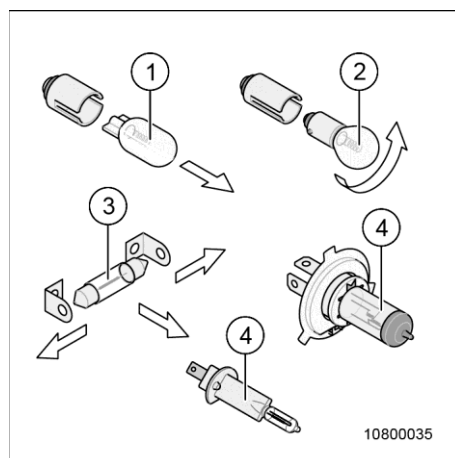
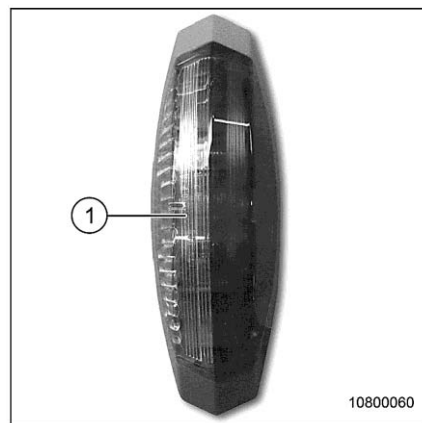
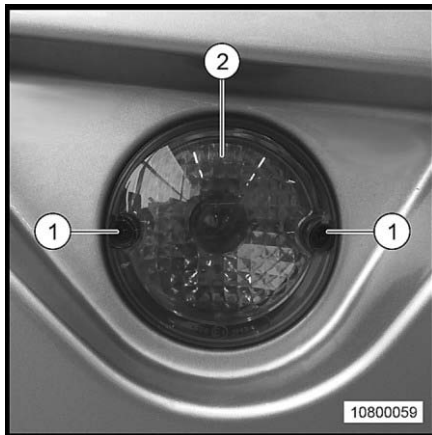
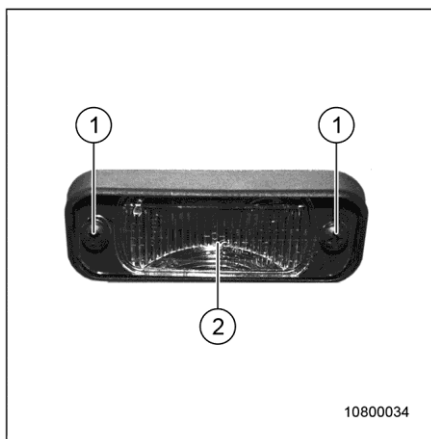

Fig. 196 Vue d'ensemble des types d'ampoules
Fig. 201 Feu de gabarit
Fig. 202 Feu antibrouillard
Fig. 203 Feu d'éclairage de la plaque d'immatriculation
1. Soulever prudemment l'écran (Fig. 201/1) du feu de gabarit avec un tournevis fin.
2. Enlever l'écran (Fig. 201/1) et remplacer l'ampoule (Fig. 196/3).
1. Dévisser les vis (Fig. 202/1) de l'écran du feu (Fig. 202/2).
2. Enlever l'écran (Fig. 202/2) et remplacer l'ampoule (Fig. 196/2).
1. Desserrer les vis (Fig. 203/1) de l'écran du feu (Fig. 203/2).
2. Enlever l'écran (Fig. 203/2) et remplacer l'ampoule (Fig. 196/3).